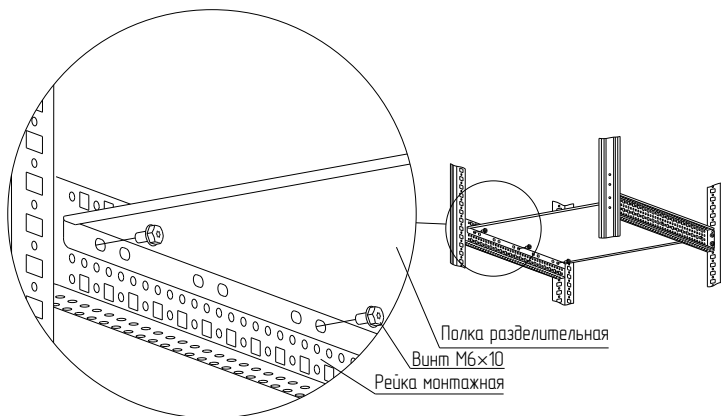

Рисунок 17
4.7.3 Закрепите полку разделительную винтами М6х10 между рейками монтажными (Рисунок 17). Момент затяжки – 7 Н·м. Винты приобретаются отдельно.